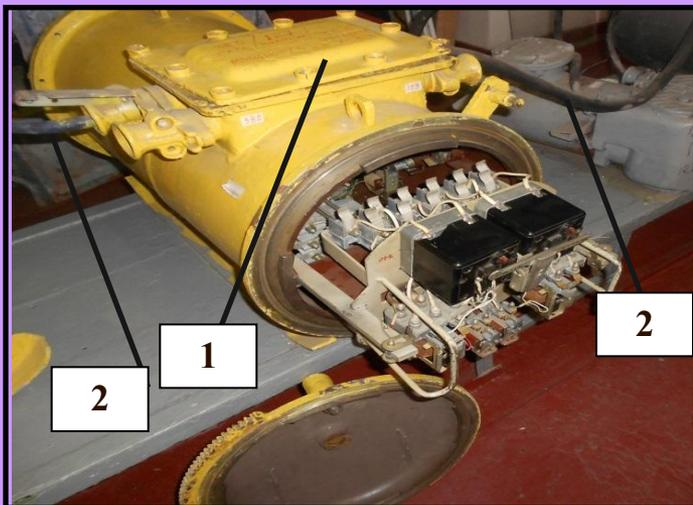
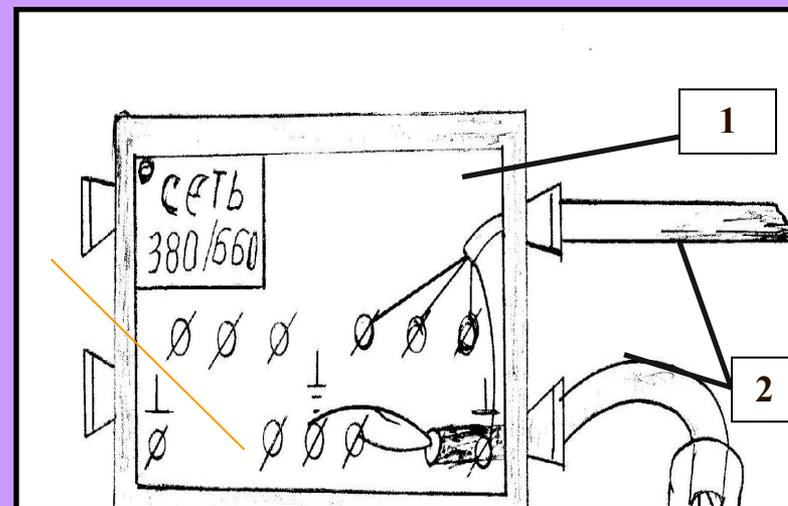

Рис. 2 . Шахтный пусковой агрегат АП-4, АПШ-1:
Рис. 3 . Монтажная схема подключения к сети шахтных гибких экранированных кабелей
3. На месте установки к агрегату подключают кабели с соблюдением методов разделки, уплотнения и крепления (рис.2). Для подключения шахтного пускового агрегата к сети используются шахтные гибкие экранированные кабели на напряжение 660 В с наружным диаметром не более 30 мм площадью сечения жил 6 или 10 кв.мм (рис.3).